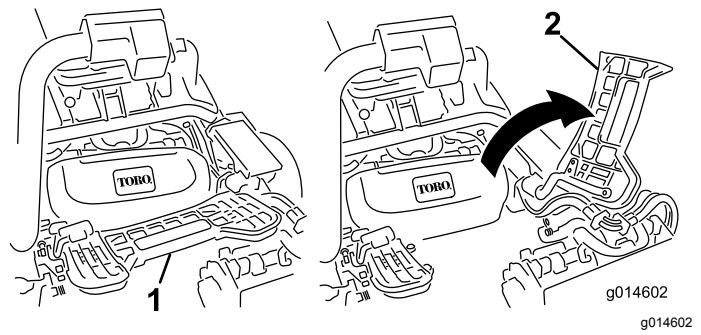

Bild 28
1. Heben Sie die Fußplattform an und schwenken sie in die geöffnete Stellung, um die Stellung des mittleren Mähwerks zugänglich zu machen (**Bild 28**).